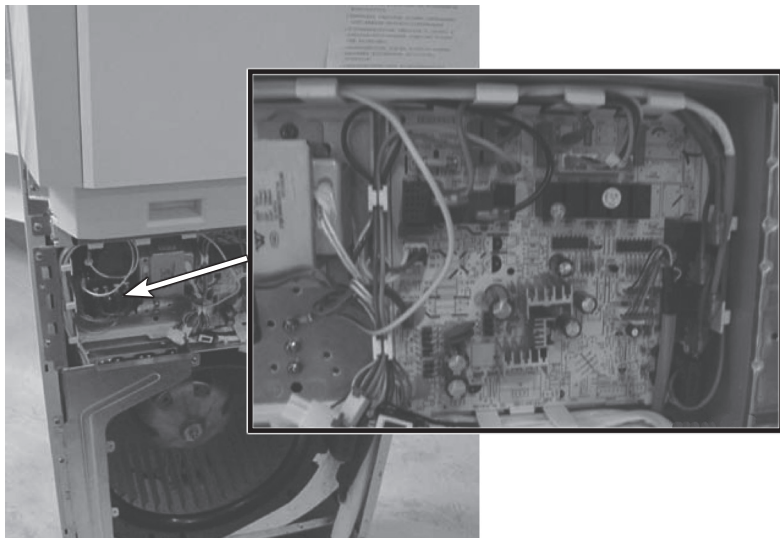

图 3-53 室内机主板
4) 打开接线板护盖后，能够看到主板以及诸多接线口，如图 3-53 所示。